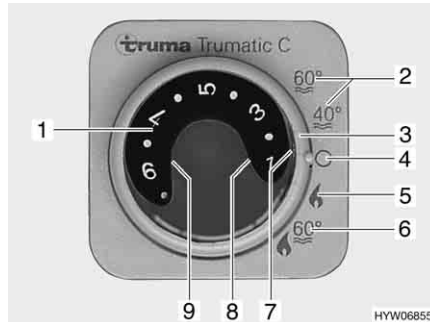

Fig. 43 Unité de commande pour chauffage/chauffe-eau
■ Régler le mode de régime à l'aide de l'interrupteur tournant (Fig. 43,3) :
- Régime été (chauffe-eau uniquement) "40°C" ou "60°C" (Fig. 43,2)
- Régime hiver "Chauffage sans chauffe-eau" (Fig. 43,5)
- Régime hiver "Chauffage et chauffe-eau" (Fig. 43,6)
- Arrêt (Fig. 43,4)
Le chauffage règle le degré d'allumage automatiquement en fonction de la température ambiante requise. Une fois que la température ambiante désirée est atteinte, le brûleur s'éteint. La température intérieure est mesurée avec la sonde de température qui se trouve à côté du panneau de contrôle. En mode "Chauffage et chauffe-eau" (Fig. 43,6) l'eau est également chauffée dans le chauffe-eau. Il est possible de faire fonctionner le chauffage en mode "Chauffage sans chauffe-eau" (Fig. 43,5) et le chauffe-eau vide.
- Régler le bouton tournant de température (Fig. 43,1) de l'unité de commande sur la température ambiante désirée.
- Régler l'interrupteur tournant (Fig. 43,3) en régime hiver "Chauffage sans chauffe-eau" ou en régime hiver "Chauffage et chauffe-eau".
Le voyant de contrôle vert (Fig. 43,7) s'allume.
- Régler l'interrupteur tournant (Fig. 43,3) sur "Arrêt" (Fig. 43,4).
L'alimentation en tension du chauffage/chauffe-eau et de la valve de sécurité et de vidange ne peut pas être coupée par l'interrupteur principal 12 V. En cas de dysfonctionnement, le voyant de contrôle rouge (Fig. 43,8) sur l'unité de commande de chauffage/chauffe-eau Trumatic C s'allume (voir chapitre 14).